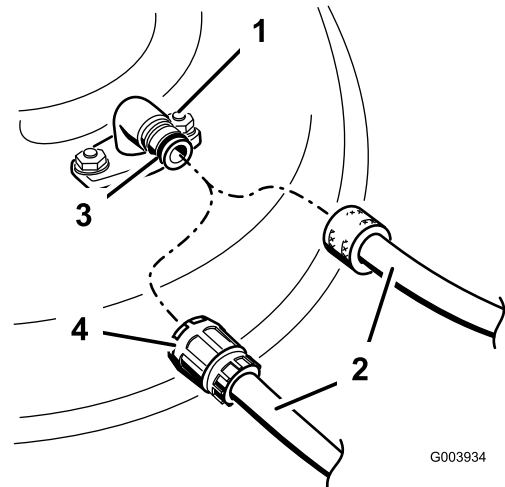

Bild 51
3. Montieren Sie die Schlauchkupplung auf die Kupplung am Mähwerk-Wasseranschluss und drehen Sie das Wasser mit starkem Druck auf (Bild 51).